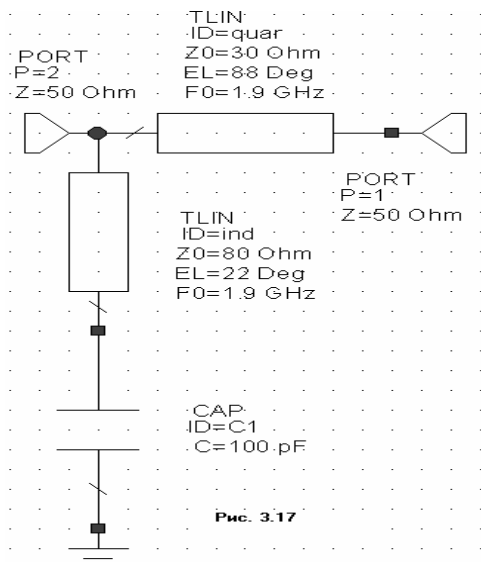

Рис. 3.17
9. Щёлкните левой кнопкой мышки по файлу **output math.sch** и нажмите **Открыть**. На рабочем поле будет отображена схема, показанная на рис. 3.17.